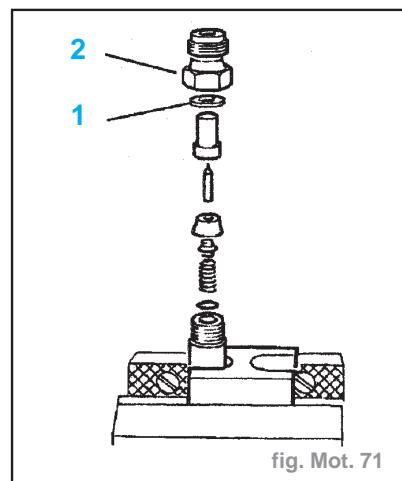

fig. Mot. 71
- Nota :** La rondelle pare-feu (1) doit être montée face bombée vers l'écrou (2) (fig. Mot. 71).